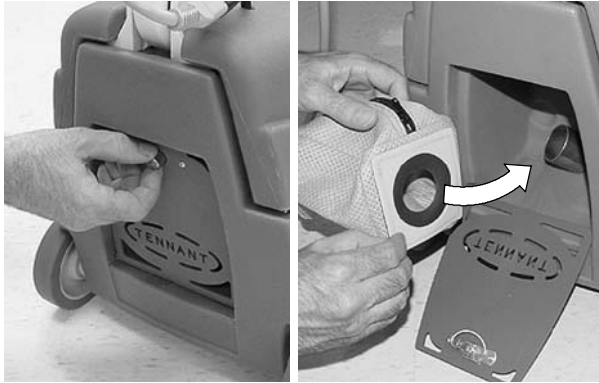

FIG. 3
2. Lad manchetten til støvkontrolposen glide over indsugningsslangen som vist, og luk rummet (Figure 3).